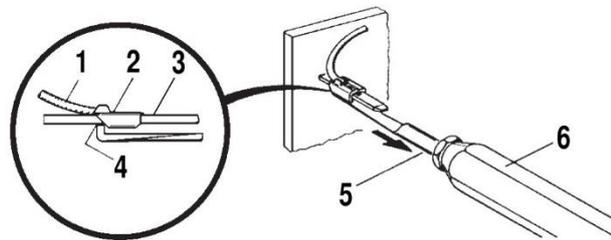

Abbildung 34: Überprüfung Clip-Haltekraft
1. Spitze des Zugprüfers hinter dem Ende des Clips einhängen siehe Abbildung 34: Überprüfung Clip-Haltekraft.